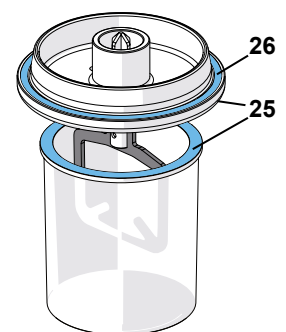

Bild 10
- ⇒ Se till att bägarens kant och kanten på locket (25, bild 10) är rena!
- ⇒ Anslut bägaren (14) till apparaten.